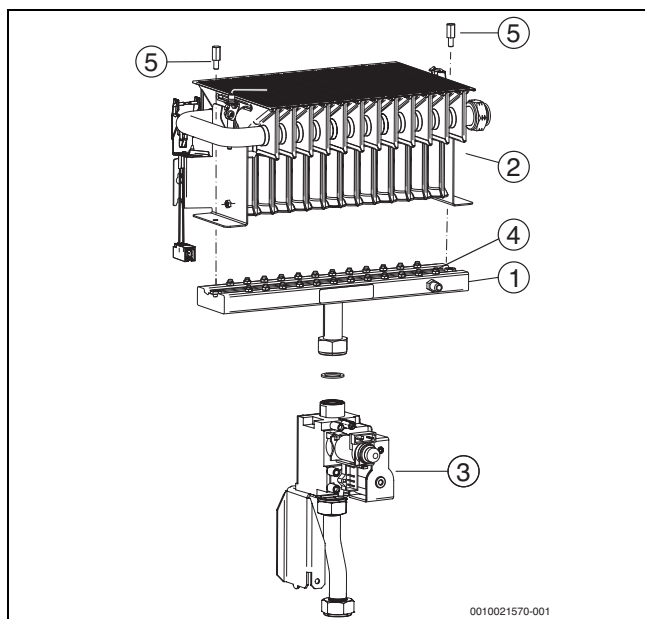

Fig. 31
- Soltar los 2 tornillos [5] (→ fig. 31).